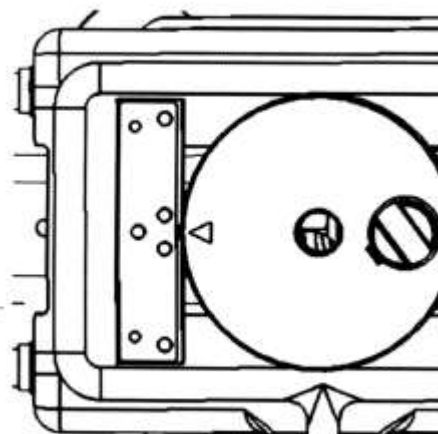

Рис. 30.
2. Контактор должен быть повернут в заданное для установки положение (Рис.30).